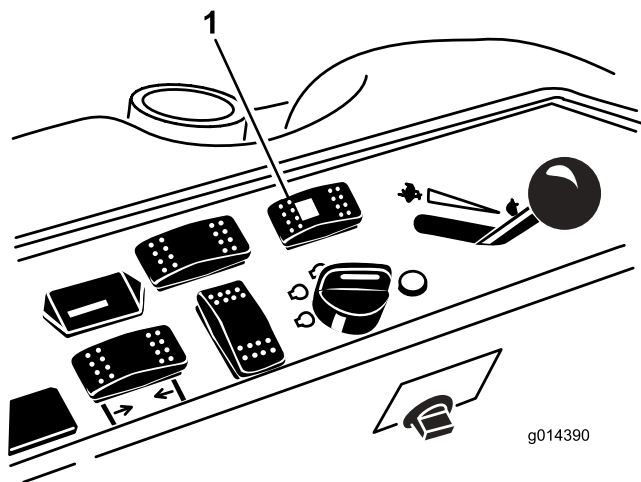

Figura 40
1. Pressione o interruptor do selector de tracção (tracção às quatro rodas) para a posição traseira (Figura 40).